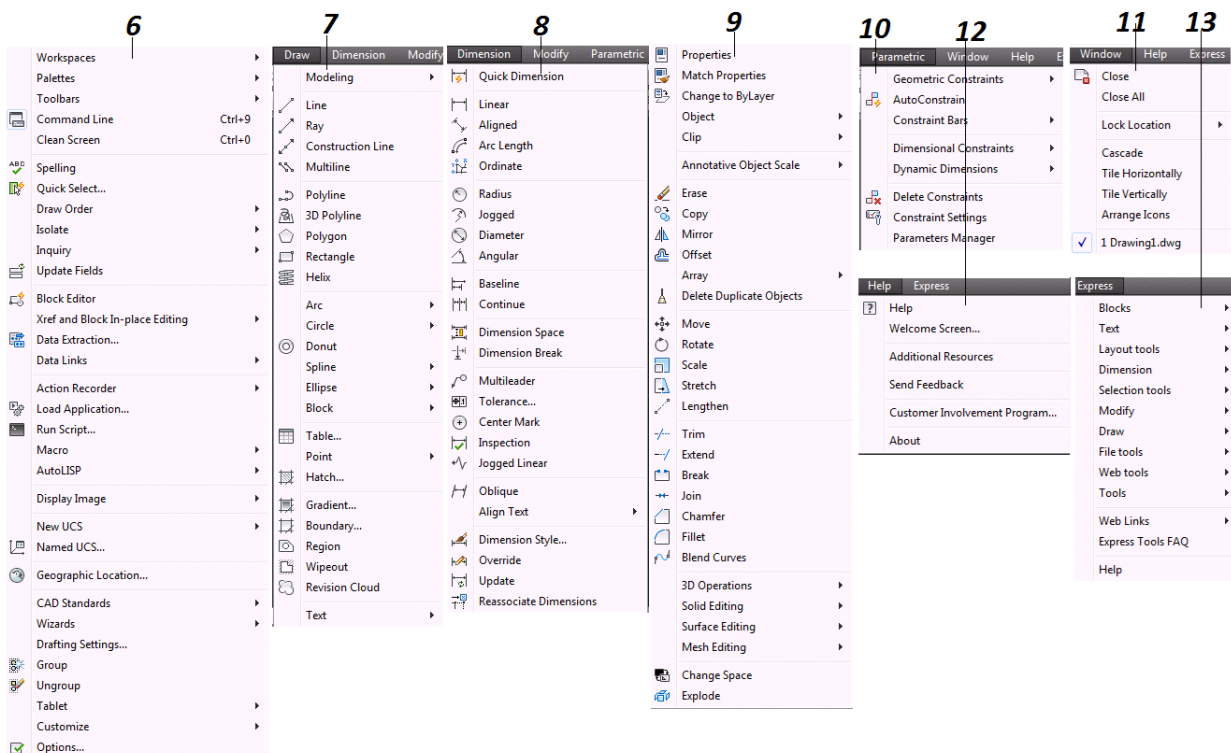

Figura 2.6 Menú Principales o de Persiana
6. **Herramientas [Tools]:** Ordenes como editor de Bloques, Consultas, Escalas del Dibujo, Calculadora, Espacios de Trabajo, etc. (figura 2.6).
7. **Dibujo [Draw]:** Contiene las órdenes para crear nuevas entidades como lo son Líneas, Círculos, Polígonos, etc. (figura 2.6).
8. **Acotar [Dimensions]:** Ordenes para acotar las entidades como: Líneas, Círculos, polígonos, etc. (figura 2.6)
9. **Modificar [Modify]:** Ordenes para modificar las entidades: Círculos, Polígonos, etc. (figura 2.6).
10. **Ventana [Window]:** Ordenes para Administrar Ventanas (figura 2.6).
11. **Ayuda [Help]:** Ordenes para obtener Ayuda, Recursos Adicionales Servicios del Cliente, etc. (figura 2.6).
12. **Express [Express]:** Ordenes para manejar Capas, Bloques, Textos, Dimensiones, Dibujos, etc. (figura 2.6).
13. **Paramétrico [Parametric]:** Ordenes para Parametrizar las Entidades (figura 2.6).